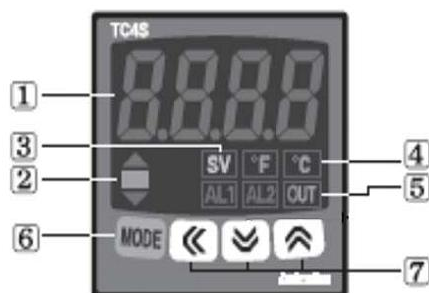

Рис.8. Температурный контроллер.
2. Компоненты управления горелки на электрическом шкафе Рис.8
После того как температура в подогревателе топлива (Рис. 6, поз. 9) стала на 6 °С ниже заданной на температурном контроллере (Рис. 8) выключается AL-1 и подается команда на включение Горелки. На блоке управления Горелкой загорается зеленый индикатор «Сеть» (POWER) и Горелка находится в режиме ожидания, готовая к запуску.